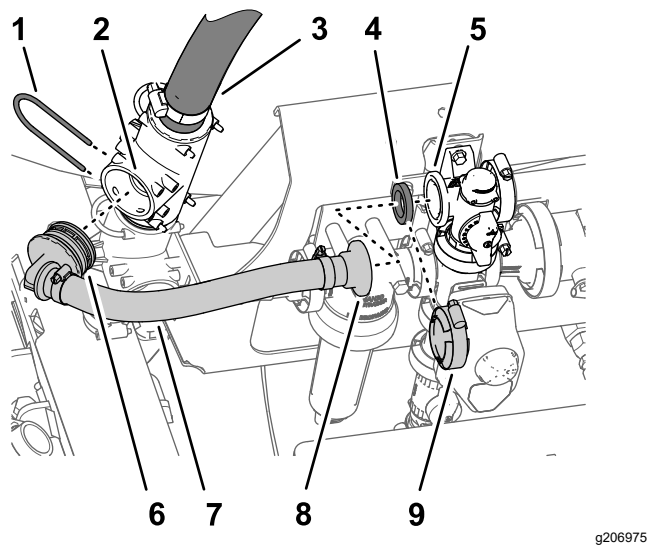

图 8
1. 对齐新搅拌旁通软管总成的 90°宝塔接头与上 T 形接头的开口端并插入 90°接头直到其进入 T 形接头 图 8。
2. 使用在 拆下软管 (页码 4) 的步骤 2 中取下的卡环 图 8 将 90°宝塔接头固定至 T 形接头。
3. 对齐新搅拌旁通软管总成的直通法兰接头、垫片和旁通阀的法兰 图 8。
4. 使用在 拆下软管 (页码 4) 的步骤 2 中卸下的法兰夹具 图 8 将直通法兰接头和垫片固定到旁通阀上。